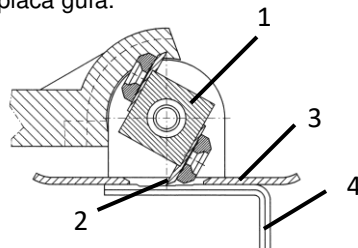

Fig. 7: Ajuste del cuchillo
- > Reemplace el cuchillo (2 - Fig.7) si es necesario.
- > Girar el rodillo (1 - Fig.7) para que el cuchillo sobresalga por la placa guía (3 - Fig.7) al máximo.
- > Coloque la llave Allen (4 - Fig.7) en la placa guía para que la muesca con la profundidad de corte deseada esté bajo el cuchillo.